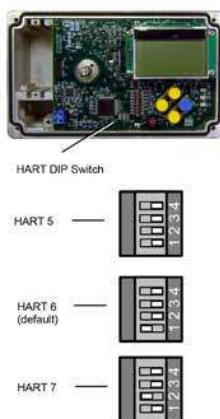

图 41: HART DIP 开关
3. **小心:** 注意防范静电敏感设备的处理。用清洁、不导电的工具, 按图 41: HART DIP 开关来改变 DIP 开关的位置。改变 DIP 开关后, 定位器将立即识别新的 HART 通信协议。